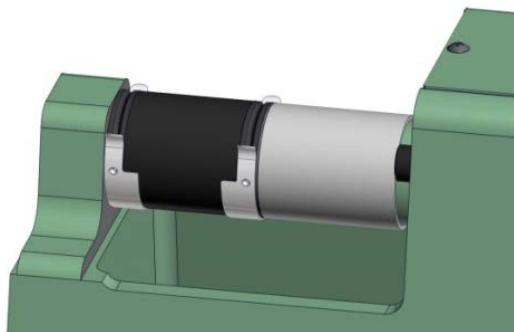

Abbildung 5.1.4
4. Legen Sie den Motorstartschalter nach links und halten Sie ihn dort, um mit der Lasteinwirkung auf die Probe zu beginnen. Fahren Sie mit der Lasteinwirkung auf die Probe fort, bis diese bricht. (Siehe Abbildung 5.1.4.)
5. Legen Sie den Motorstartschalter nach links und halten Sie ihn dort, um mit der Lasteinwirkung auf die Probe zu beginnen. Fahren Sie mit der Lasteinwirkung auf die Probe fort, bis diese bricht. (Siehe Abbildung 5.1.4.)